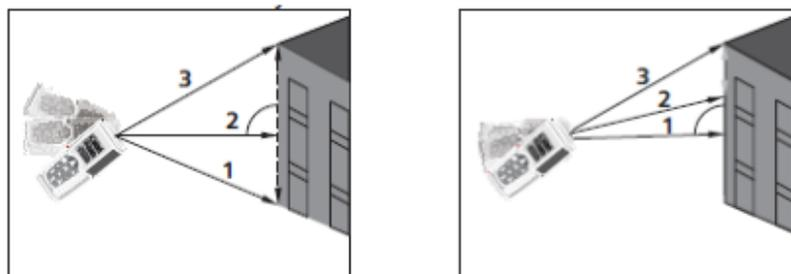

Fig. 8: Ejemplos de medidas Indirectas a 3 puntos
3. Posicione el instrumento en el punto más bajo (1) de la medida (vea Fig. 8) y pulse la tecla . El resultado se muestra en la primera pantalla parcial. El símbolo "" se muestra en pantalla con el lado "2" parpadeante
4. Posicione el instrumento lo más horizontal posible (2) de la medida (vea Fig. 8) y pulse la tecla  para realizar la medida. El resultado se muestra en la segunda pantalla parcial. El símbolo "" se muestra en pantalla con el lado "3" parpadeante
5. Posicione el instrumento en el punto más alto (3) de la medida (vea Fig. 8) y pulse la tecla  para realizar la medida